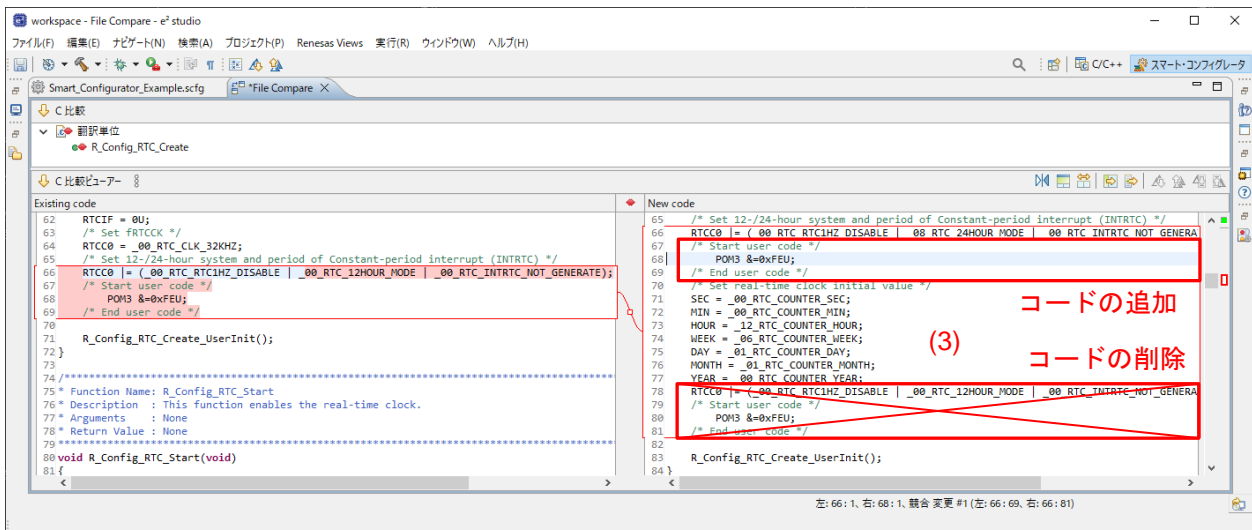

図 11-56 生成コードの競合解決後
- (3) 図 11-56 のように、適切な位置にコードを追加し、不要なコードを削除します。